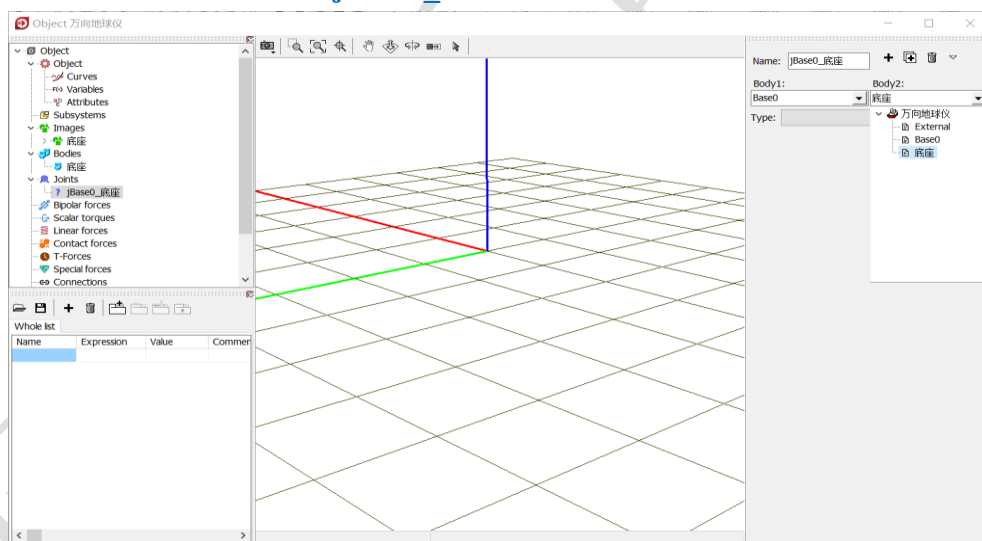

图 2-14
8) 然后从 **Body1** 下拉菜单选择 **Base0**，从 **Body2** 下拉菜单选择 **底座**，系统会自动将该铰重命名为 **jBase0_底座**，如图 2-14。